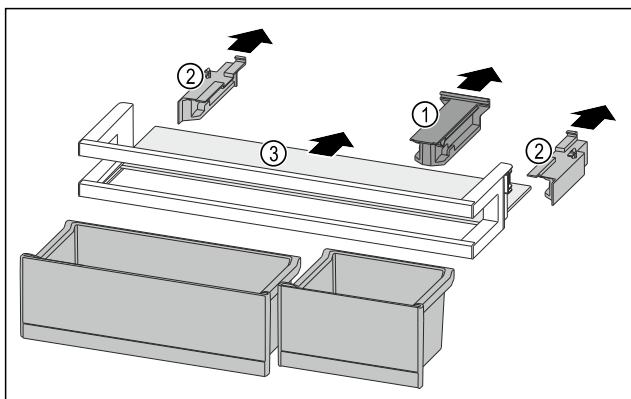

Fig. 192
- Hiqni pjesën mbajtëse Fig. 192 (1).
- Hiqni pjesët anësore Fig. 192 (2).
- Hiqni raftin mbajtës Fig. 192 (3).